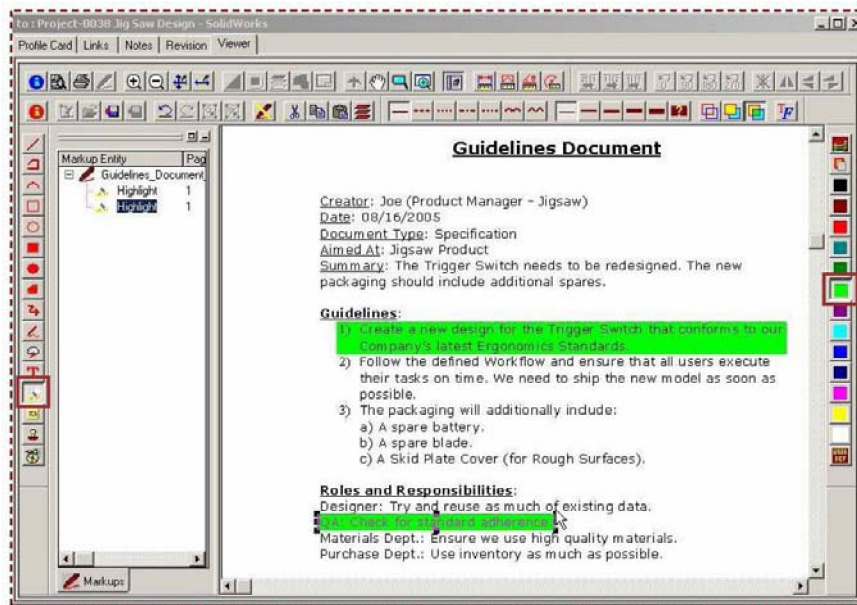

Рис.118
- Щелкните по значку «Save» для сохранения комментариев (рис. 118).